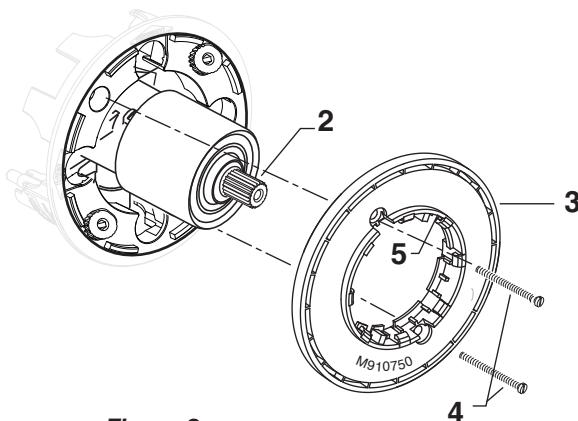

Figure 2.
- **Figure 2.** S'assurer que les JOINTS TORIQUES (5) sont bien fixés au niveau du SUPPORT DE ROSACE (3). Pousser le SUPPORT DE ROSACE (3) sur le CAPUCHON (1) et fixer à l'aide des LONGUES VIS (4).